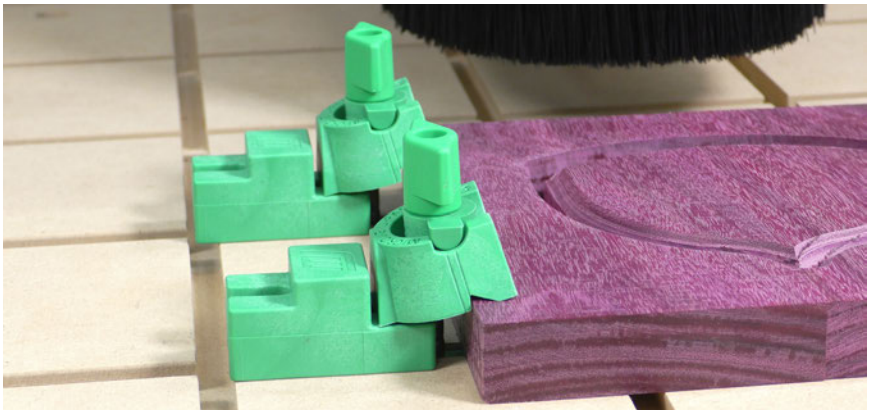

Fig 8a - Verwendung der U-Pad Clamp
- 8.2. Die Position so einstellen, dass die Eckkante des Werkstücks in die Kerbe der Auflage 4A eingreift. (Fig 8a)